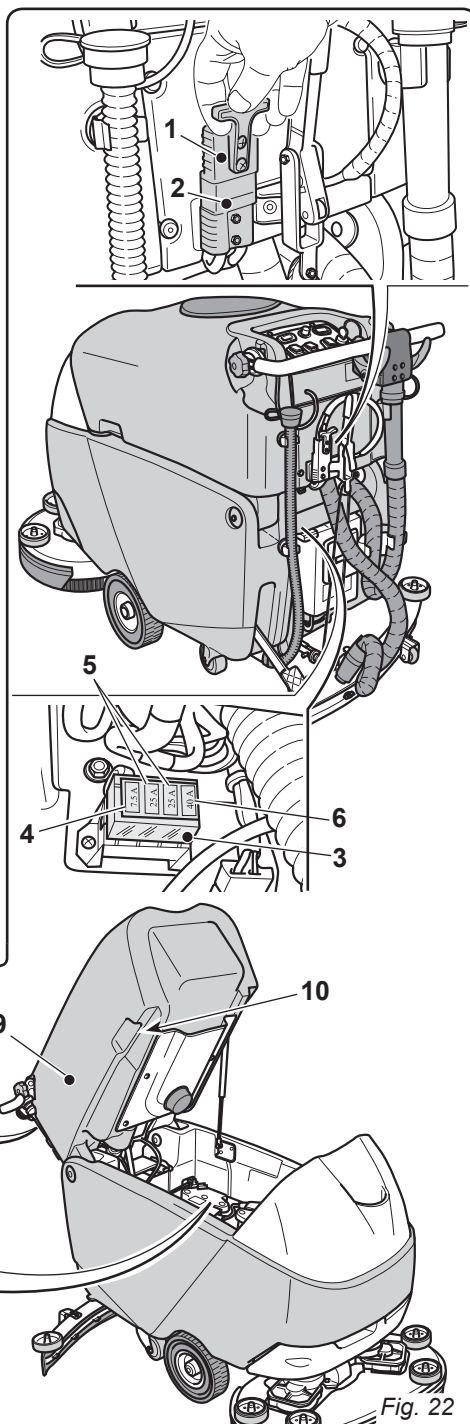

Fig. 22
10.1.g - Substitution des fusibles (Fig. 22)